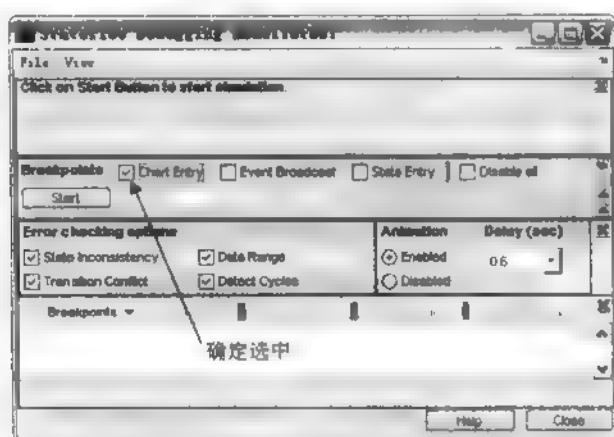

图 16.32 选择 Breakpoint 栏中 Chart Entry 选项
(1) 在 Stateflow 图表编辑框中选择 Tools | Debug 命令, 弹出 Stateflow Debugging 窗口。
(2) 在 Breakpoints 栏中选中 Chart Entry 复选框, 如图 16.32 所示。此选项的作用是在从 Manual Switch 发送触发信号之后, 进入图表暂停运行 Stateflow。